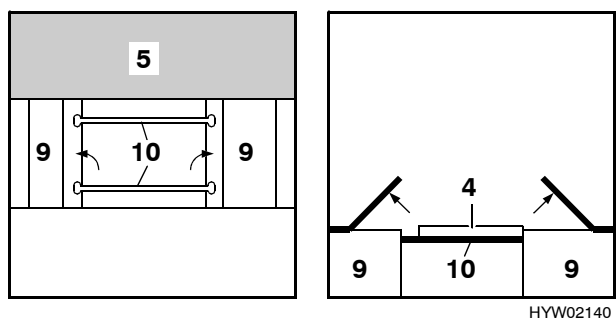

Fig. 86 Durante la trasformazione
- Sollevare le due parti ribaltabili dei cassoni del letto e collocare le due stange (Fig. 86,10) trasversalmente tra i due cassoni del letto nelle rispettive scanalature. Chiudere le parti ribaltabili dei cassoni.
- Collocare il piano del tavolo (Fig. 86,4) sulle due stange del letto.